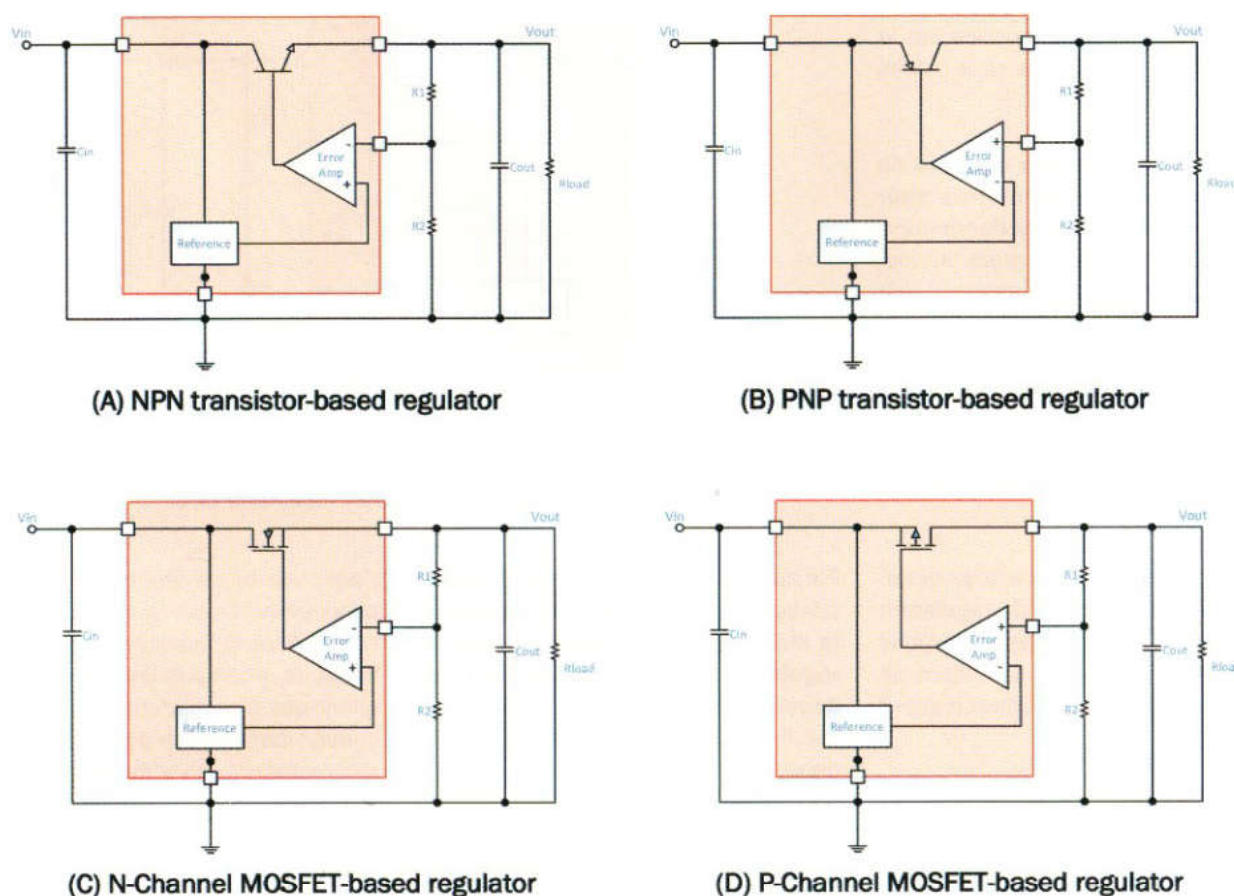

Figure 2 : les quatre types de transistors différents utilisés dans les régulateurs LDO.
Comme le montre la figure 2, dans un régulateur LDO, quatre types de circuit peuvent être adoptés :
En nous aidant des diagrammes de la figure 2, examinons ce qui se passe pour les deux types de régulateurs. Les différents schémas électriques visibles en figure 2 se réfèrent tous à des régulateurs de tensions positives par rapport à la masse.
schéma est représenté en section (B) de la figure 2.
En se référant au diagramme (C) de la figure 2, nous constatons que le MOSFET de type canal N est configuré en « drain commun ». Ainsi, pour que le MOSFET reste conducteur, il est nécessaire d'appliquer sur sa grille une tension égale à : « $V_{OUT} + V_{GS}$ ».
La solution principale consiste à adopter le diagramme (D) de la figure 2.